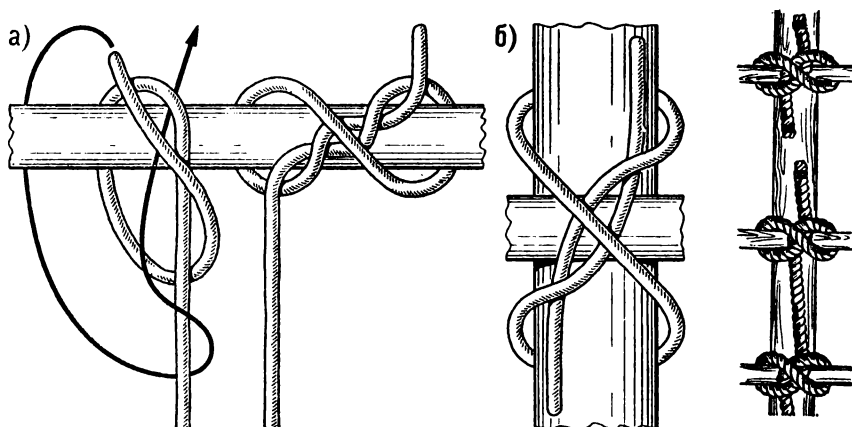

Рис. 52. Питонов узел:
**Питонов узел** (рис. 52). Как питон почти ничем не отличается от удава, так и этот узел не имеет особых отличий от «констриктора». По принципу они схожи. Питонов узел применим для тех же случаев, что и «констриктор». Кроме этого, он очень может пригодиться для связывания двух поперечных реек (рис. 52, б). Их соединение с помощью этого узла будет намного прочнее, чем на гвоздях. Например, питоновым узлом удобно связывать деревянные рейки воздушного змея. Им можно воспользоваться при сооружении плетеной изгоро-